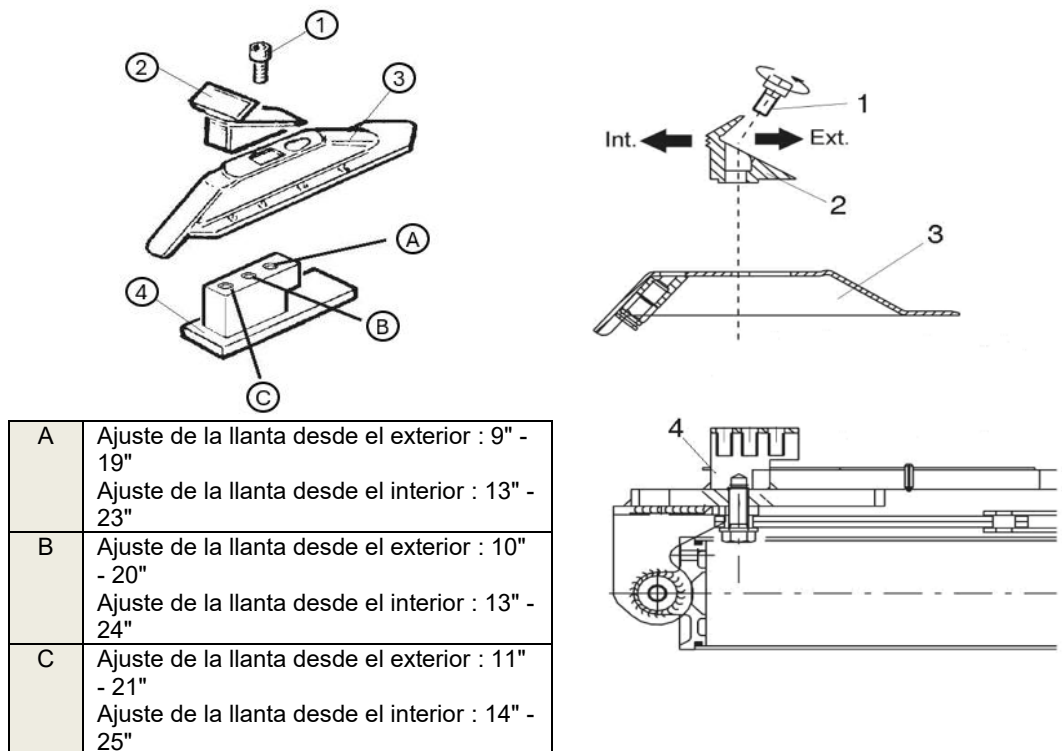

Figura 3-4
- Para quitar una llanta más grande o más pequeña, ajuste la posición de las cuatro mordazas como se muestra en la Figura 3-4.